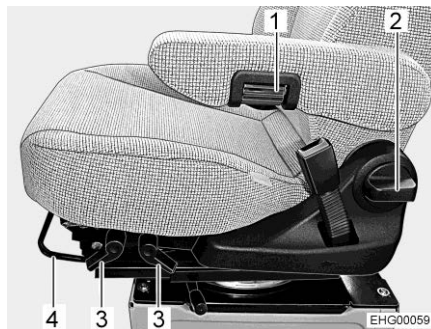

Fig. 18 Regolazione del sedile
- Tirare la staffa (Fig. 18,4) verso l'alto.
- Tirare la relativa leva (Fig. 18,3) verso l'alto.
- Ruotare la maniglia (Fig. 18,2).
- Per una regolazione precisa, ruotare la rotella zigrinata (Fig. 18,1). A seconda della direzione di rotazione il bracciolo si muove verso l'alto o verso il basso.